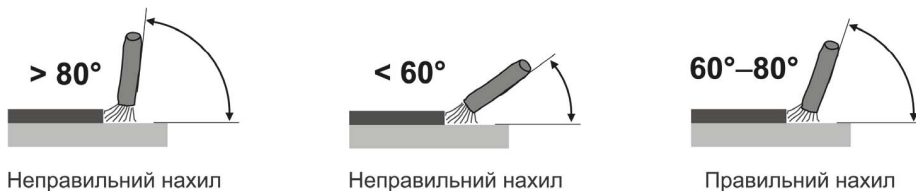

Рисунок 6. Кут розташування електрода із покриттям до деталі під час ручного дугового зварювання («ММА»).
1. Для отримання міцного зварювального з'єднання, крім правильного вибору зварювального струму, необхідно забезпечити правильне положення електрода до поверхні зварювання. Кут нахилу електрода бажано встановлювати у 60° – 80° (рис. 6). Занадто великий кут нахилу електрода призводить до утворення пористого зварювального шва, а занадто малий – до утворення великої кількості бризок металу, дуга стає нестійкою.